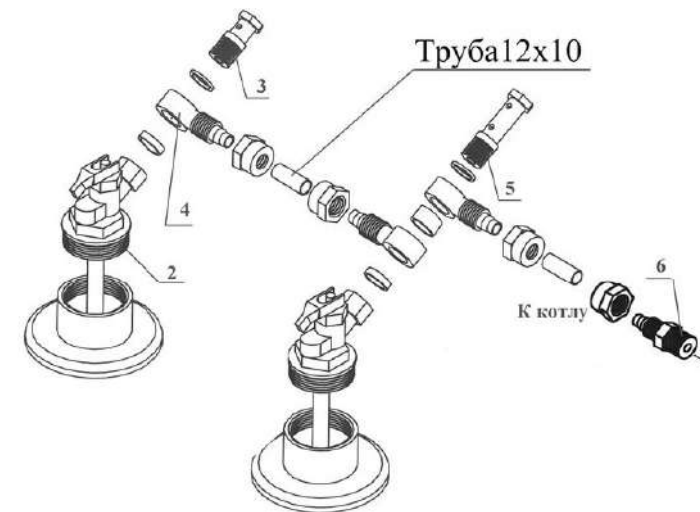

Рисунок 5. Схема подключения для подачи топлива к котлу.
4.2.2) Для обеспечения подачи топлива к котлу необходимо собрать схему согласно рис. 5, при этом: